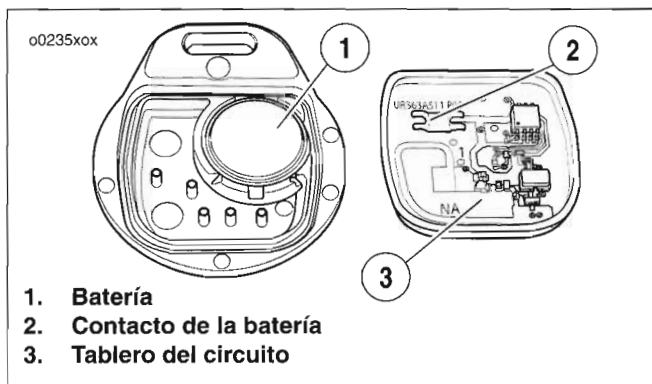

Figura 30. Reemplazo de la batería del llavero con mando a distancia
2. Vea la Figura 30. Quite la batería vieja y deséchela.